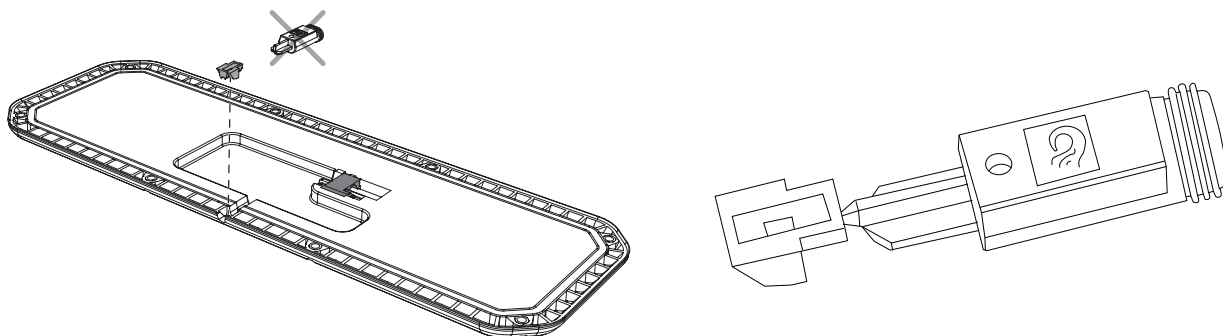

Bild 48. Montering av plugg för tätning av UCU.
4. Bryt försiktigt loss den yttre delen av pluggen och montera i urtaget. Se Bild 48.